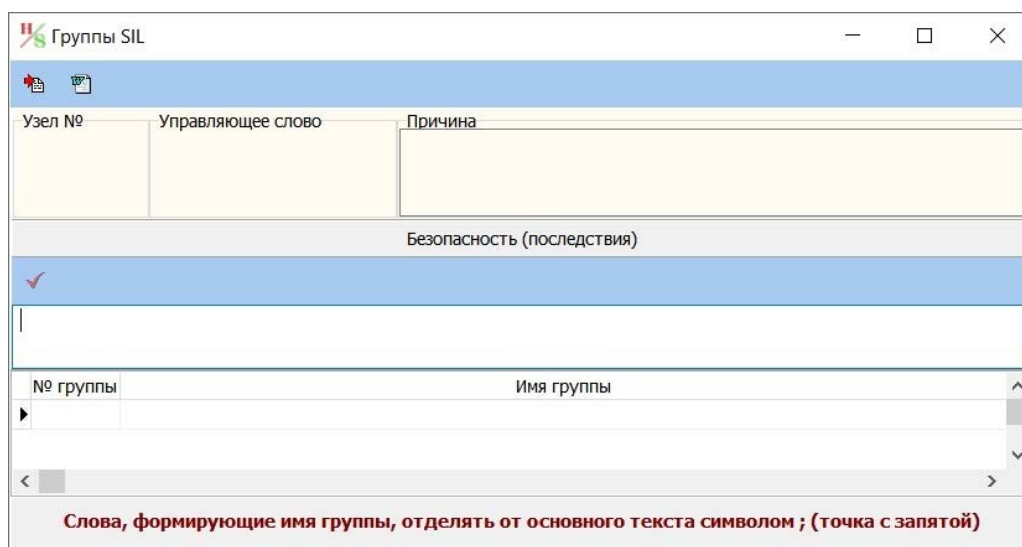

Рисунок 4.8 – Вид окна «Группы SIL» при первой загрузке
5. Сформируйте общий перечень опасных событий, щелкнув левой кнопкой мыши по кнопке «» в окне «Группы SIL» (см. рисунок 4.8).
д) После завершения всех проверок и внесения необходимых корректировок, щелкните левой кнопкой мыши по кнопке «» в окне «Группы SIL» (см. рисунок 4.8) для формирования конечного перечня опасных событий и завершения перегруппировки исходной информации для SIL-анализа.
При автоматическом формировании записей групп опасных событий в окне «Группы SIL» программный комплекс из донорского проекта HAZOP переносит полное содержание ячейки «Безопасность». В результате сформированное имя группы опасного события (см. рисунок 4.8) является избыточным, так как содержит как описание аварии («разгерметизация насоса...»), так и описание всех возможных его последствий («выброс ОП, взрыв, пожар ...»).